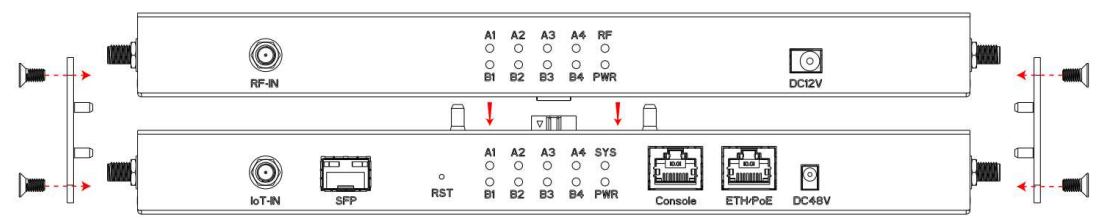

图 3-4 定位片安装示意图
②将外网 AP（EAP-680）平放后将功分单元（RRU-683）垂直放落使设备连接器完成对接，用螺丝固定好两侧 4 组定位片，使设备连接成一个整体。如图 3-4 所示。